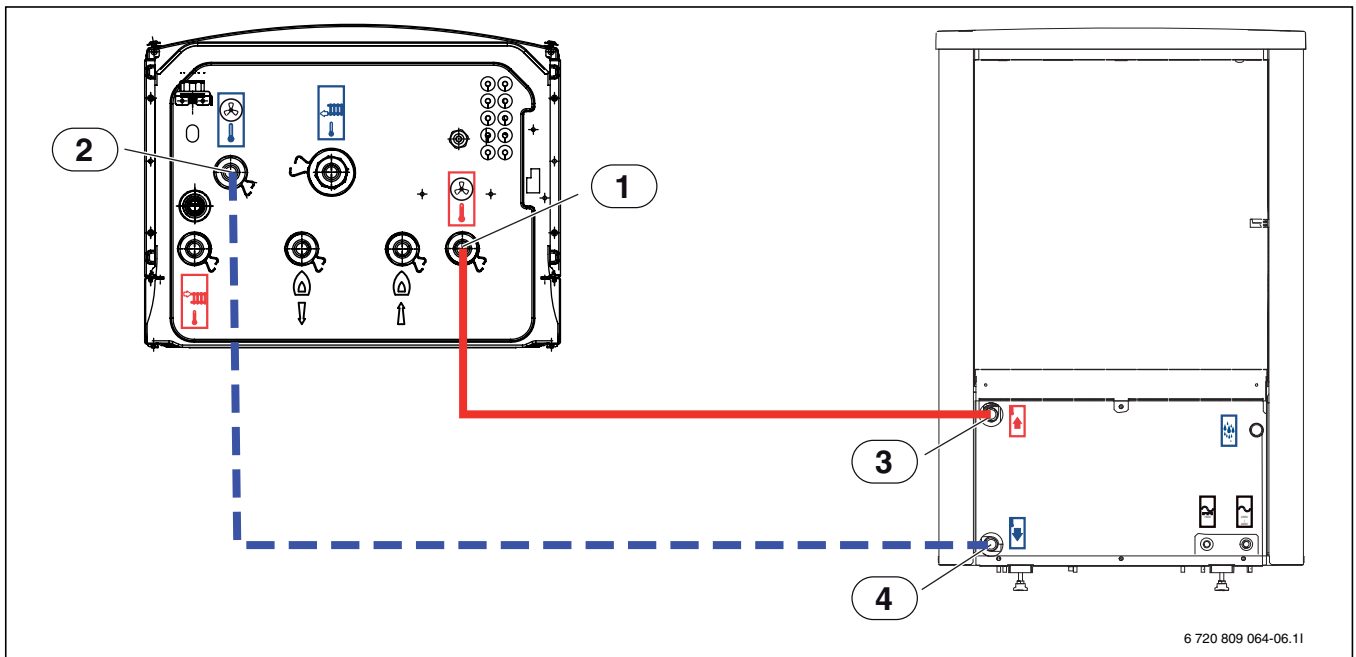

Bild 21 Anschluss der Inneneinheit für den bivalenten Betrieb WPL AR B an die Wärmepumpe
- Vorlauf von der Wärmepumpe [3] an Primärkreiseingang [1] anschließen, Abb. 21.
- Rücklauf zur Wärmepumpe [4] an Primärkreisausgang [2] anschließen, Abb. 21.